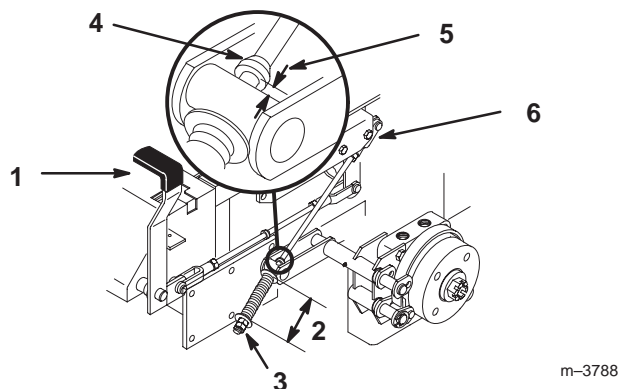

**Figure 73**
1. Abaissez la poulie de tension rappelée par ressort et enlevez la courroie des poulies du moteur et de la pompe hydraulique (Fig. 73). Enlevez la courroie entre les poulies.
2. Installez la courroie neuve sur les poulies du moteur et de la pompe hydraulique (Fig. 73).
3. Abaissez la poulie de tension rappelée par ressort et alignez-la sous la courroie de transmission. Relâchez le bras de renvoi (Fig. 73).